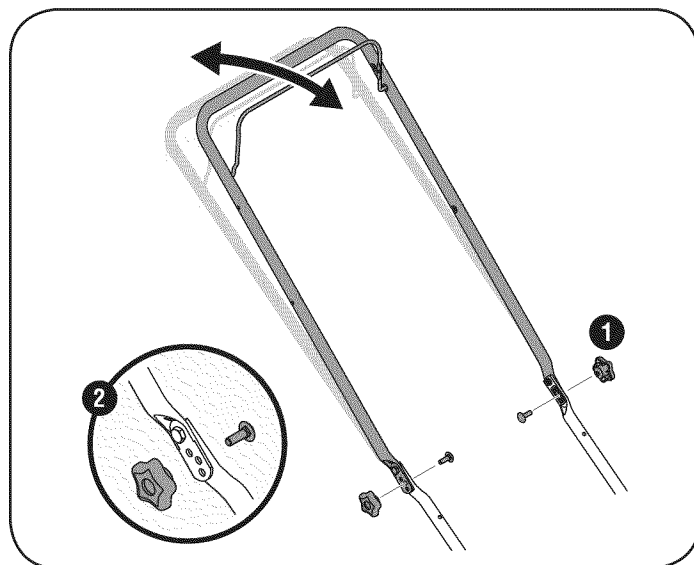

Figura 10
1. Quite los tornillos y tuercas de mariposa transporte de manejar. Vea la figura 10.
2. Coloque el mango en una de las tres posiciones que se sienta más cómodo. Vea la figura 10 inserción.